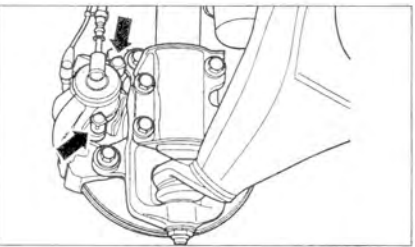

Рис. 8.4. Снимите крышки (стрелки) и открутите оба направляющих пальца.
3. Снимите крышки (стрелки) и открутите оба направляющих пальца (рис. 8.4).